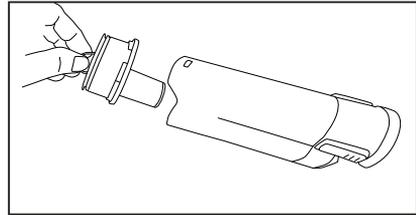

Fig. 5
2. Tirare l'anello di metallo per rimuovere la cartuccia del filtro dal contenitore per la polvere (Fig. 5).